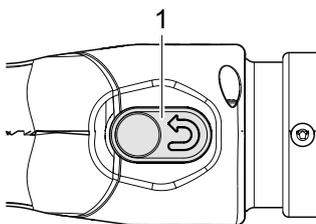

Abb. 17: Rückstellknopf
2. Drücken Sie fest auf den Rückstellknopf (Abb. 17/1).